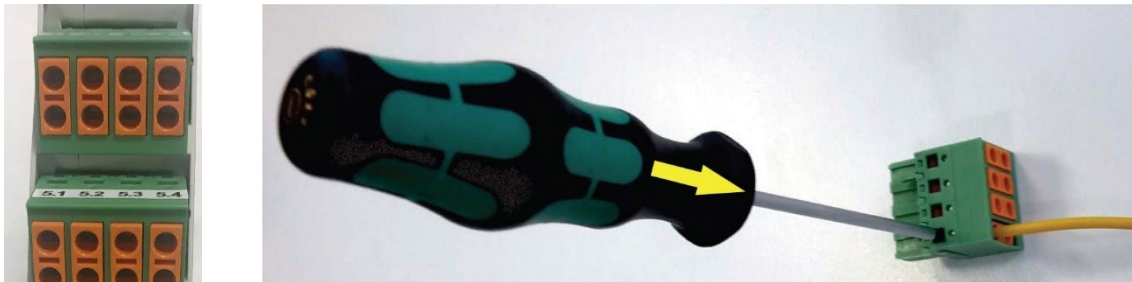

Fig. 16 Preparando los conectores X4 y X5
5. Conecte los cables de conexión a los enchufes del dispositivo de protección contra sobretensiones del bus de campo (fig. 16). Consulte la asignación correcta de los cables en la Tabla 7.